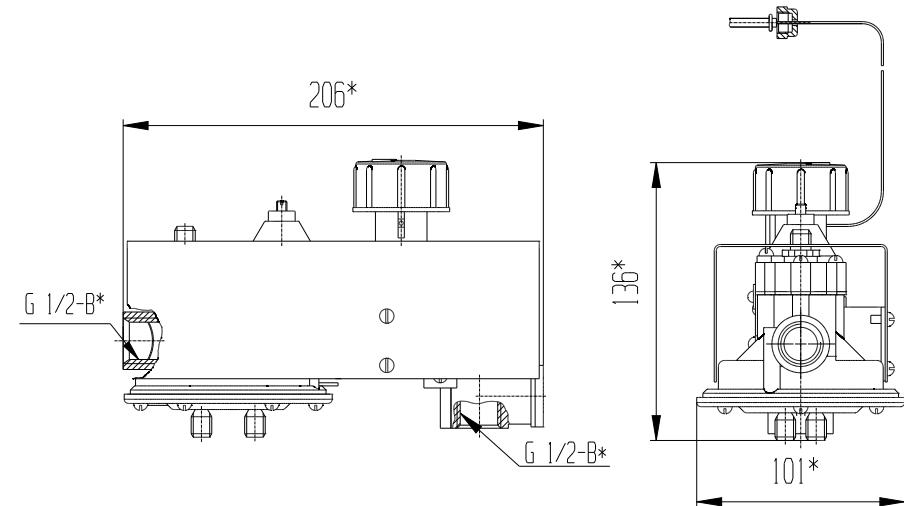

Рисунок 1 Габаритные и присоединительные размеры
5.2 Габаритные и присоединительные размеры приведены на рис. 1.